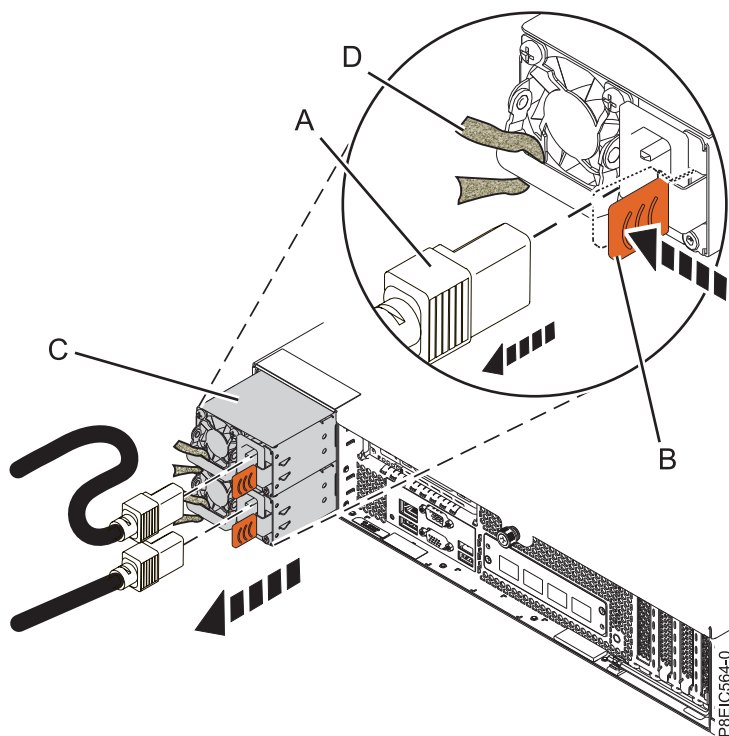

図 46. システムからの電源コードの取り外し
4. 電源コードにラベルを付けて、システム装置から切り離します。図 82 ページの図 46 を参照してください。